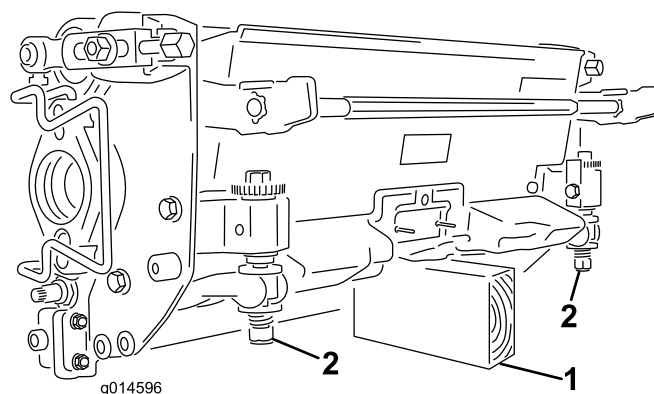

Figura 48
**Importante:** Sempre que precisar de inclinar a unidade de corte, coloque um apoio por baixo da traseira da unidade de corte para assegurar que as porcas da barra de apoio não fiquem apoiadas sobre a superfície de trabalho (Figura 48).